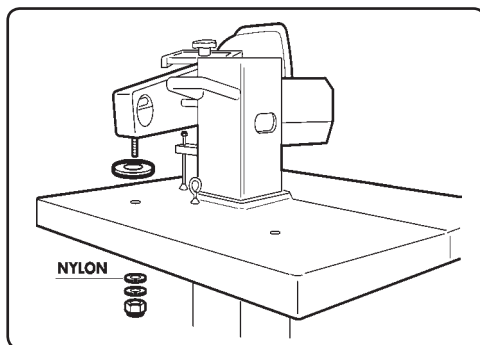

Fig. 11
- Fissare una delle due leve di comando sul telaio con dado autobloccante (Fig.11) .